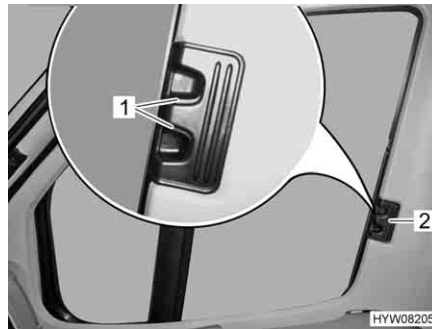

Fig. 89 Dispositif occultant plissé pour la fenêtre côté conducteur/passager
- Presser les poignées de déverrouillage (Fig. 89,1) et les maintenir pressées.
- Tirer les dispositifs occultants plissés pour les fenêtres côté conducteur et côté passager par la poignée (Fig. 89,2) vers l'autre côté de la fenêtre et les rassembler au niveau de la piste magnétique.
- Pousser les dispositifs occultants plissés pour les fenêtres côté conducteur et côté passager jusqu'à la butée au niveau de la poignée (Fig. 89,2).
- Lâcher les poignées de déverrouillage (Fig. 89,1) et les faire s'enclencher.